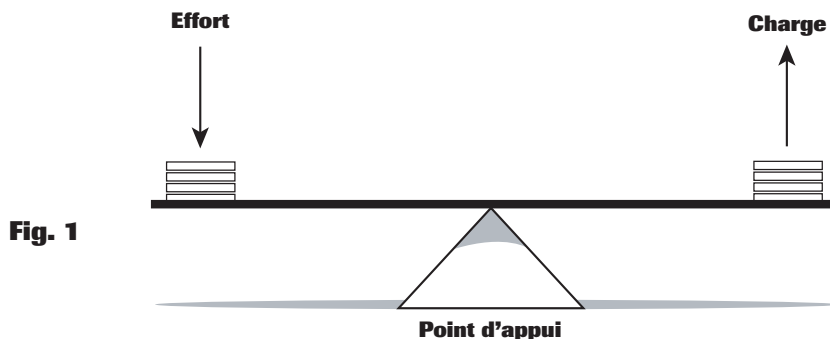

Fig. 1
- Selon le diagramme suivant (fig. 1) illustrant un levier de classe 1, l'effort appliqué et la résistance sont à égale distance du point d'appui. Pour soulever la charge (résistance), il faut fournir un effort de force égale au poids de la charge.